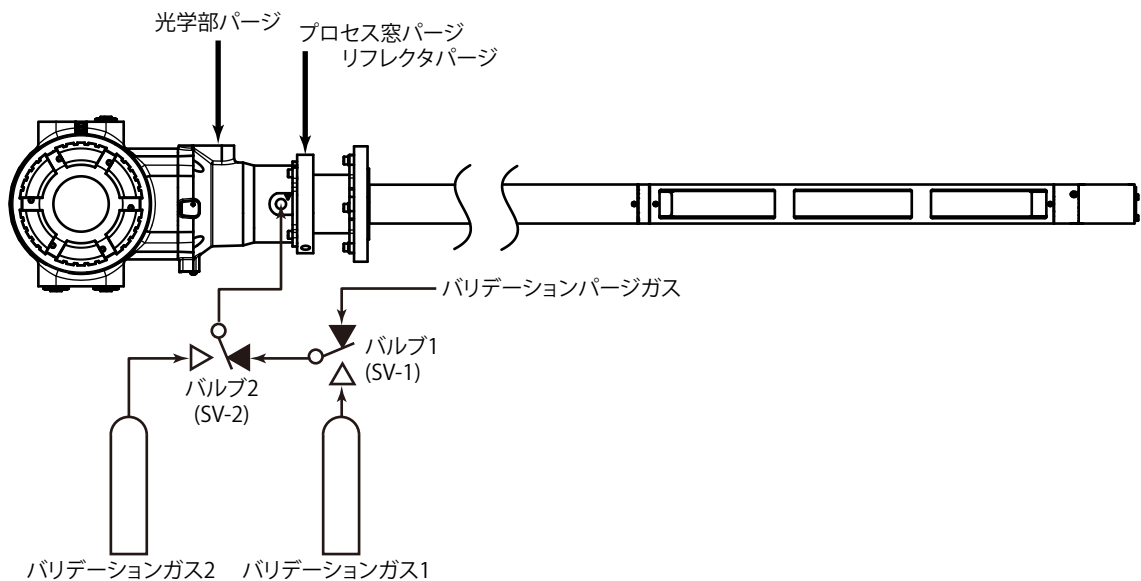
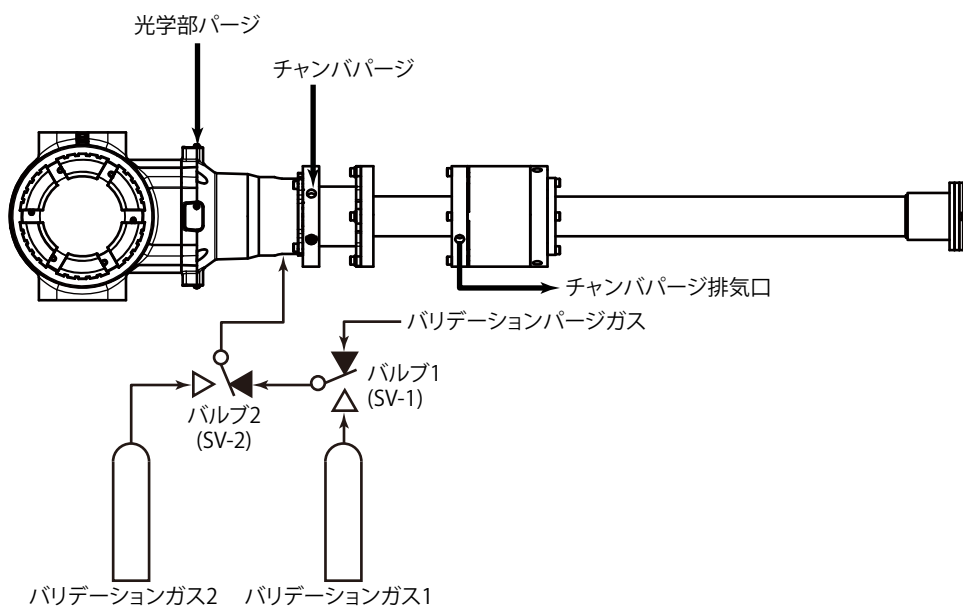

図6.11 オンラインバリデーション配管図（プローブタイプの場合）
図6.12 オンラインバリデーション配管図（フローセルタイプの場合）
- ・ 最大 2 つのチェックガスを、それぞれオンラインバリデーション 1 用とオンラインバリデーション 2 用に配管（図 6.11 または図 6.12）